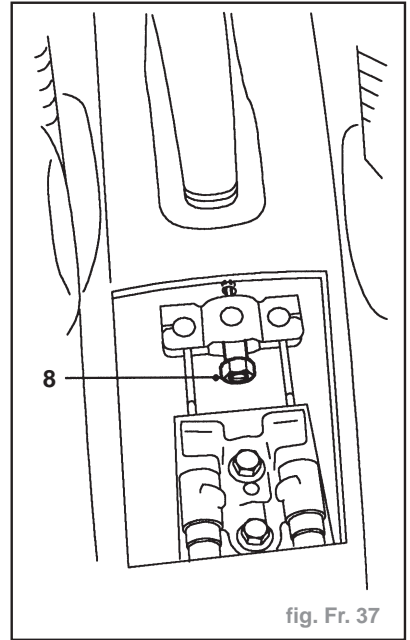

fig. Fr. 37
- Serrer l'écrou de réglage du palonnier (8) jusqu'à ce que les roues arrière commencent à frotter légèrement lorsqu'on les fait tourner (fig. Fr. 37).